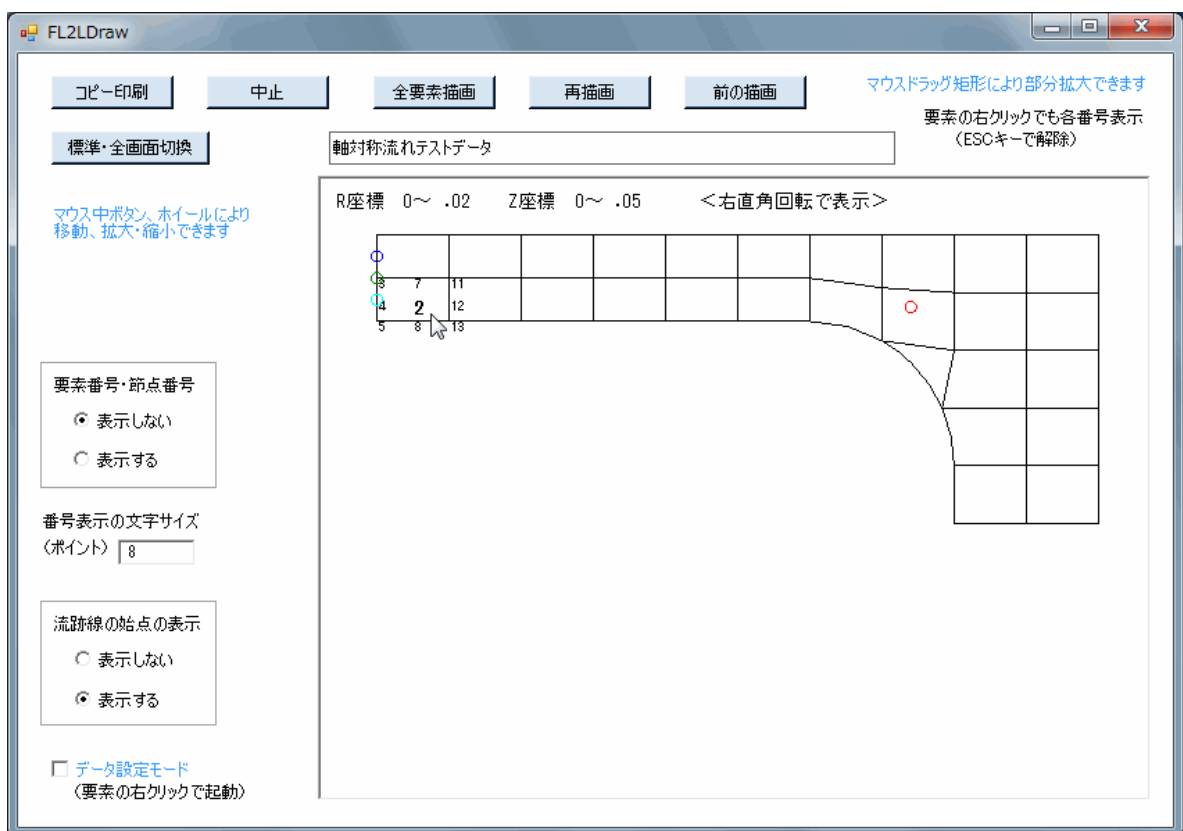

図4-7 構造図の要素右クリック画面例
- ②任意の要素を右クリックすると、図4-7のように当該要素の各番号が表示されます。